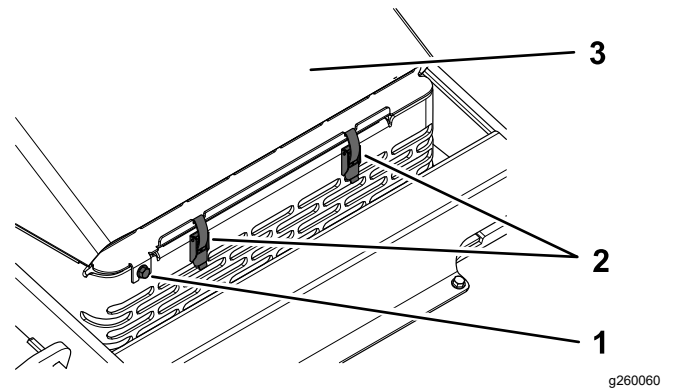

Figure 33
3. Desserrez la vis de verrouillage du capot (Figure 33).
4. Maintenez le capot abaissé et ouvrez les 2 loquets (Figure 33).
5. Ouvrez le capot (Figure 33).
2. Resserrez la vis de verrouillage du capot (Figure 33).